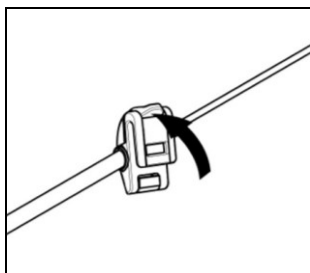

Fig. 23
- Abrir o clipe presente na haste do microfone, conforme indicado na Fig. 23.